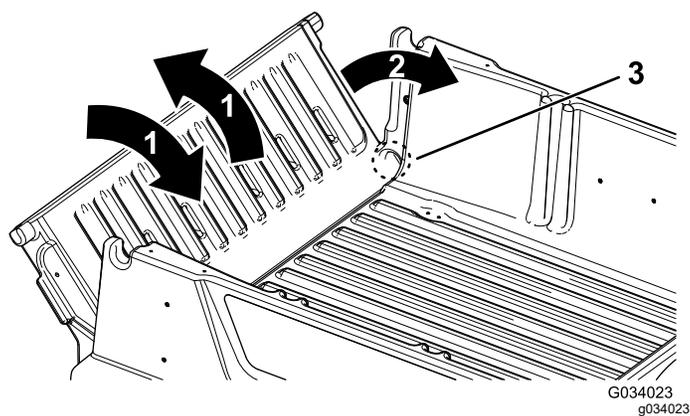

図 16
2. テールゲートを 45°程度の角度にする 図 16。
3. この位置から、テールゲートを小刻みに前後に振るように数回往復させる図 16。